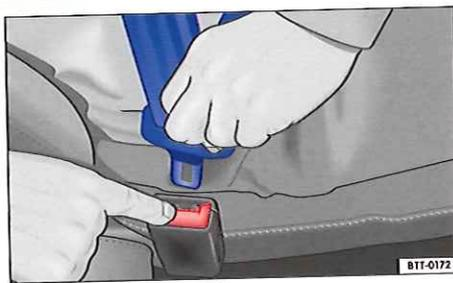

Fig. 68 Retrait du pêne du boîtier de verrouillage.
- Appuyez sur le bouton rouge du boîtier de verrouillage ⇒ fig. 68. Le pêne est éjecté.